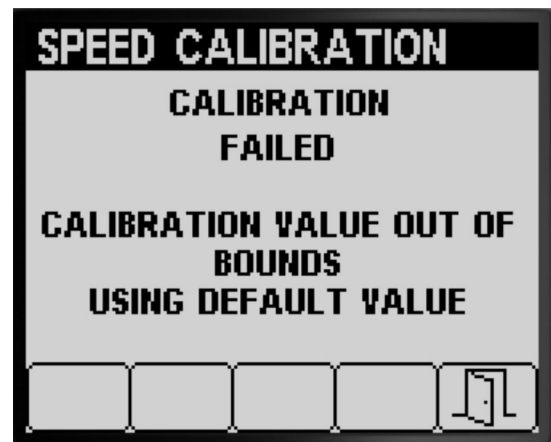

Figura 69
- Compare un messaggio indicante che la taratura della velocità non è andata a buon fine (Figura 69).
**Nota:** Se il valore della taratura oltrepassa i limiti (Figura 69), contattate il vostro centro assistenza Toro autorizzato; altrimenti, rivedete il messaggio di errore e ripetete i passaggi della procedura di taratura in Preparazione per la taratura della velocità (pagina 24) e Esecuzione della taratura della velocità (pagina 25).
5. Premete il pulsante 5 per uscire dalla schermata Taratura della velocità (Figura 68 e Figura 69).